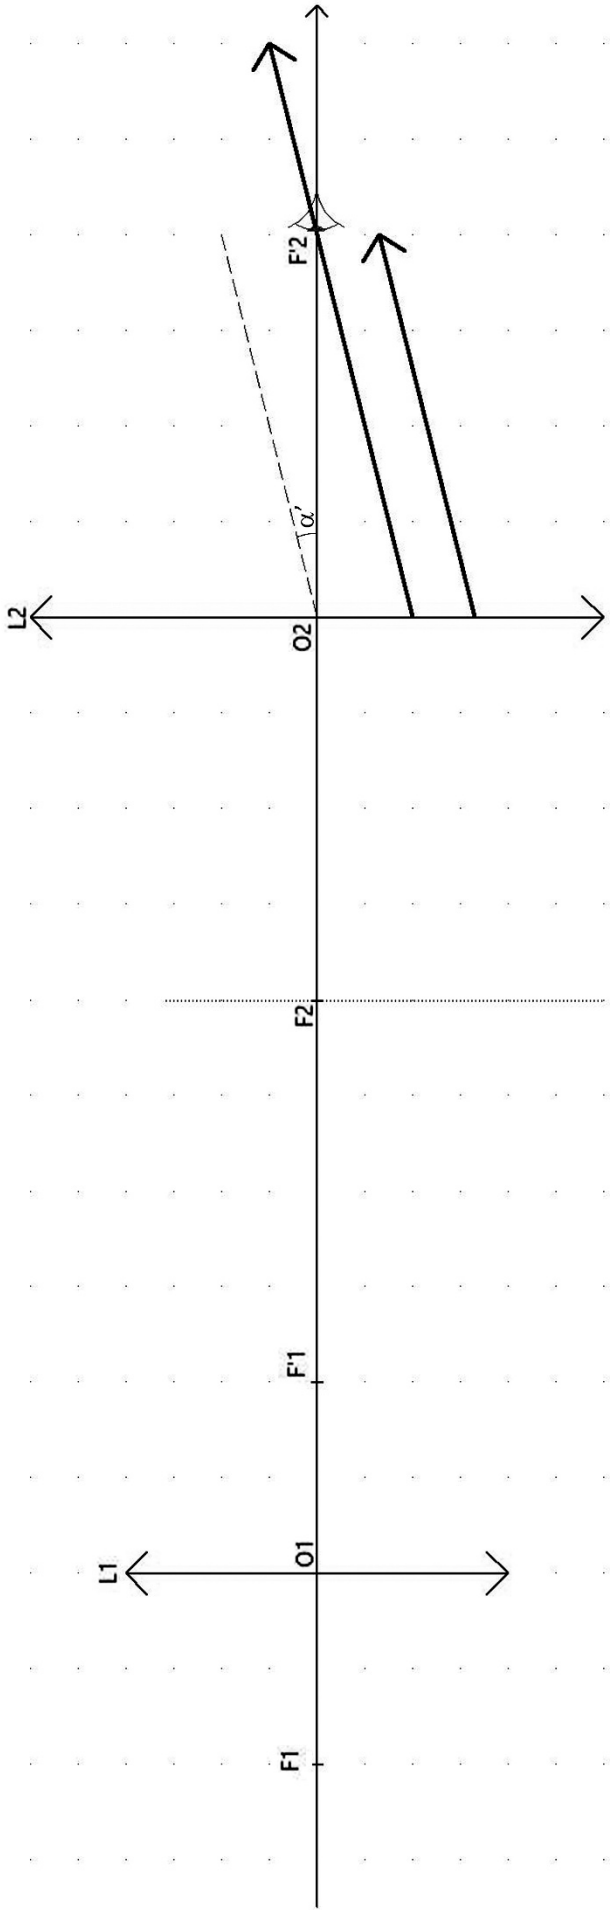

Figure 3
La figure 3 en annexe illustre une observation de AB à travers le microscope sans accommodation (image finale $A'B'$ placée au PR de l'œil). La figure n'est pas à l'échelle.
2. Sur la figure 3, retrouver par construction la position de l'objet AB à partir de deux rayons lumineux parallèles émergeant du microscope par (L_2). Faire apparaître l'image intermédiaire A_1B_1 .
3. A quelle distance d de L_1 (exprimée en fonction f'_1 et Δ) doit être placé A dans les conditions d'observation de la figure 3 ? Calculer d .
algébrique) sous lequel serait vu l'objet à l'œil nu placé à une distance d_m et l'angle α' (non algébrique, voir figure 3) sous lequel est observée l'image finale à travers le microscope.